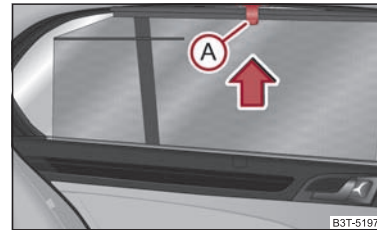

Abb. 62 Hintere Tür: Sonnenschutzrollo
- Ziehen Sie das Sonnenschutzrollo am Griff **A** ⇒ Abb. 62 heraus und hängen Sie es in den Halter an der Türoberkante ein.